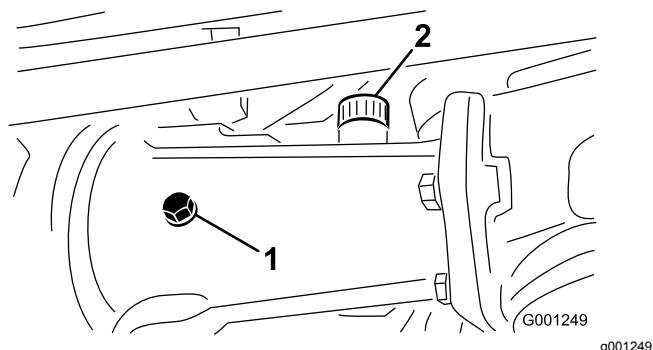
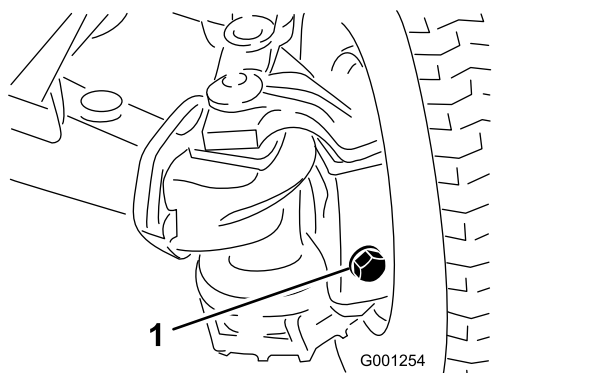

Figura 59
Figura 60
2. Remova o tampão de verificação da estrutura do eixo central e o eixo e os tampões de enchimento/verificação em cada caixa do eixo exterior (Figura 59 e Figura 60).
3. Verifique se há lubrificante até às roscas no fundo de cada orifício do tampão (Figura 59 e Figura 60).
- A. Se encher a estrutura do eixo central, retire o tampão de enchimento (Figura 59).
- B. Adicione o lubrificante do eixo traseiro especificado no depósito do eixo até que o lubrificante chegue ao fundo dos orifícios dos tampões de verificação (Figura 59 e Figura 60).
- C. Se retirado da estrutura do eixo central, aplique selante de rosca PTFE nas roscas do tampão de enchimento e instale-o na estrutura (Figura 59).
5. Aplique o selante de roscas PTFE nas roscas do tampão de enchimento da estrutura do eixo central e nos tampões de enchimento/verificação das caixas do eixo exterior (Figura 59).
6. Instale o tampão de verificação na estrutura do eixo central e tampões de enchimento/verificação nas duas caixas do eixo exterior (Figura 59 e Figura 60).
central e nos tampões de enchimento/verificação das caixas do eixo exterior; consulte Figura 59 e Figura 60 em Verificação do lubrificante do eixo traseiro \(página 53\).
9. Instale o tampão de verificação na estrutura do eixo central e os tampões de enchimento/verificação nas duas caixas do eixo exterior; consulte Figura 59 e Figura 60 em Verificação do lubrificante do eixo traseiro \(página 53\).